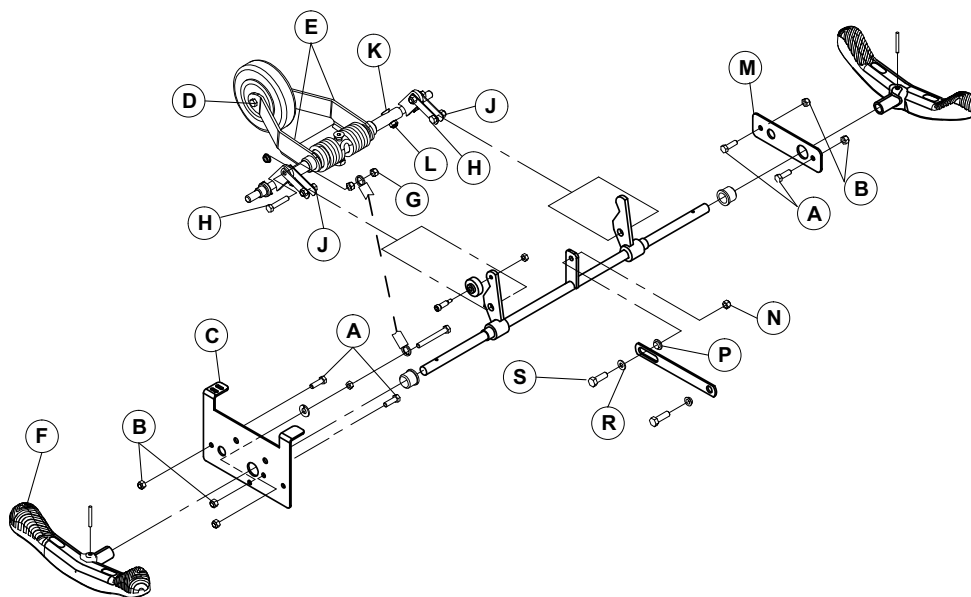

Figure 8 – Remplacement de l'ensemble de bras de cinquième roue, base hydraulique
6. À l'aide de deux clés mixtes de 1/2 po, retirer le contre-écrou (N), l'entretoise à épaulement en nylon (P), la rondelle (R) et le boulon (S) qui fixent la tige de connexion à l'arbre de la pédale d'enclenchement du frein (Figure 8). Conserver le contre-écrou, l'entretoise, la rondelle et le boulon.
7. À l'aide d'une clé mixte de 1/2 po et d'une douille de 1/2 po, retirer les quatre contre-écrous (B) et les quatre boulons (A) qui fixent l'ensemble de cinquième roue aux plaques de support (C, M) (Figure 8). Abaisser l'ensemble jusqu'au sol et le retirer du dessous du châssis de la base. Conserver les contre-écrous et les boulons.
8. À l'aide de deux clés mixtes de 1/2 po, retirer le contre-écrou et le boulon (D) qui fixent la roulette aux bras de roues (E) (Figure 8). Retirer et conserver la roulette. Conserver le contre-écrou et le boulon.
9. Déplacer la plaque de support gauche vers la pédale de frein/guidage (F) pour désengager l'ensemble bras oscillant et levier de torsion des plaques de support (Figure 8).
10. À l'aide d'une clé mixte de 1/2 po, retirer le contre-écrou (G) qui fixe le crochet à ressort au boulon (Figure 8). Conserver le contre-écrou.
11. À l'aide de deux clés mixtes de 1/2 po, retirer les deux contre-écrous (J), quatre entretoises à épaulement et deux boulons (H) qui fixent la partie supérieure du contre-levier aux deux leviers de torsion de la cinquième roue (Figure 8). Conserver les contre-écrous, les entretoises et les boulons.
12. À l'aide d'une clé mixte de 1/2 po et d'une clé hexagonale de 3/16 po, retirer les deux contre-écrous (L) et deux boulons (K) qui fixent les leviers de torsion aux deux extrémités de l'arbre de la cinquième roue (Figure 8). Conserver les contre-écrous et les boulons.